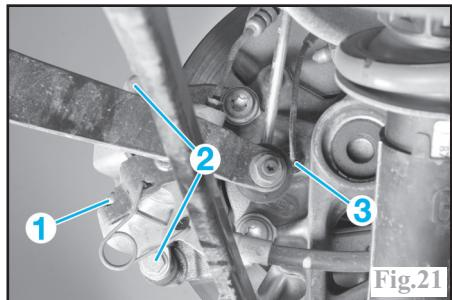

Fig.21
- le câble de frein à main (1) (Fig.21).
- les fixations (2) d'étrier de frein.